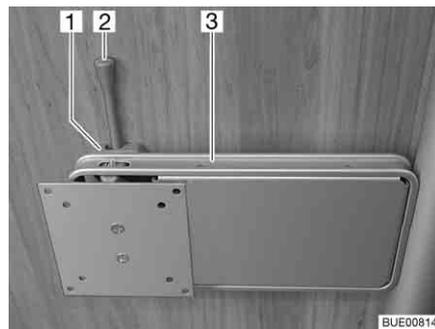

Bild 103 Halterung an Säule
- Den Entriegelungshebel (Bild 103,2) zur Seite drücken und die Halterung (Bild 103,3) mit dem Flachbildschirm in die gewünschte Position drehen.
- Flachbildschirm zurückdrehen, bis die Halterung (Bild 103,3) in die Verriegelung (Bild 103,1) einrastet.